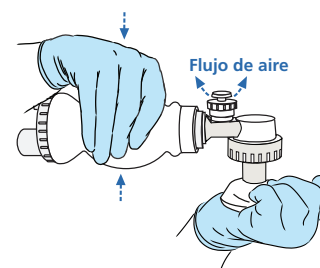

Figura 13.
PASO 2: Sellar la máscara firmemente con la palma de una mano y apretar con la suficiente fuerza como para abrir la válvula de liberación de presión. **Prestar atención** al sonido del aire que escapa. De este modo nos aseguramos de que el aire que no pueda llegar de forma segura al bebé escapará a través de la válvula de liberación de presión. Véase la **Figura 13**.